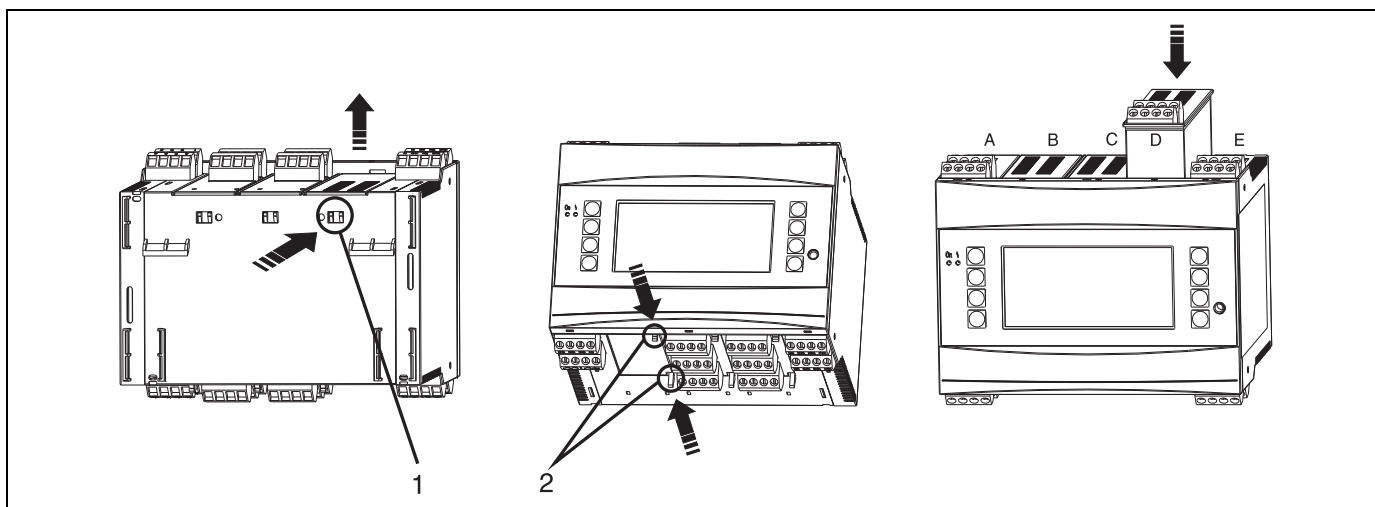

Рис. 4: Установка дополнительного модуля (пример)
Вы можете дооснастить прибор различными дополнительными модулями. Для этого имеется максимум три слота. Слоты для дополнительных модулей маркируются на приборе как В, С и D (→ Рис. 4).
2. Удалите защитную крышку слота (В, С или D) прибора, одновременно надавливая пальцами на выступающие зубцы снизу контроллера (см. Рис. 4, поз. 2), и, в то же время, нажимая защелку на задней части корпуса (напр. отверткой) (см. Рис. 4 поз. 1). Потом потяните защитную крышку из прибора.
3. Поместите дополнительный модуль в прибор сверху. Дополнительный модуль установлен корректно при условии, что его зубцы и защелка находятся в положении, фиксирующем модуль в корпусе прибора (см. Рис.4, поз. 1 и 2). При этом клеммы входов дополнительного модуля располагаются сверху и винты терминалов обращены вперед, как на самом приборе.